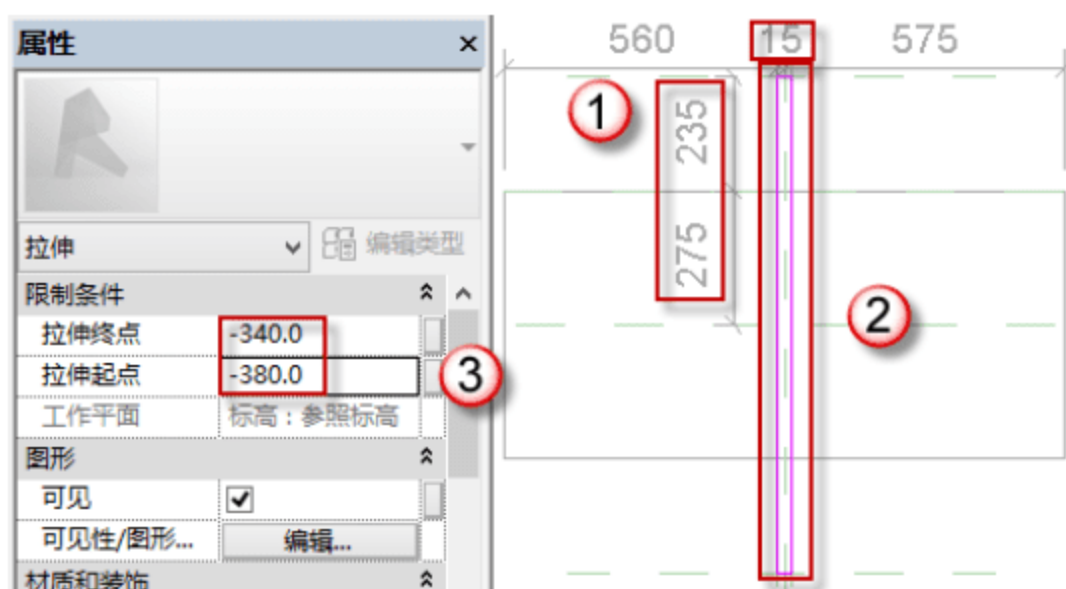

图 8.3.9 绘制支架 D
(10) 支架 D 是长度为 1350mm，宽度为 30mm，厚度为 40mm 的长方体。返回到“楼层平面-参照标高”平面，按快捷键 C+O 和 M+M 绘制参考线。选择“创建”→“拉伸”→“矩形框”命令，绘制图框，在“属性”面板中编辑“拉伸起点”和“拉伸终点”的数值（-380，-340），然后单击√按钮，如图 8.3.9 所示。
(11) 编辑可见性并添加材质。首先，选中支架 D 图元，在“属性”面板中编辑“可见性/图形替换”选项，取消“平面/天花板平面视图”复选框的选择，单击“确定”按